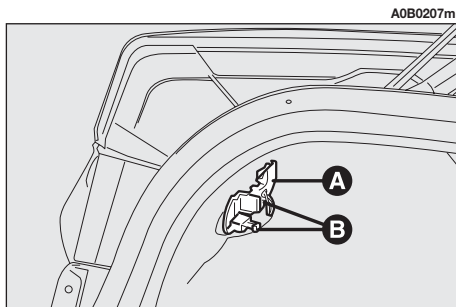

fig. 44
– Enlever le groupe porte-lampe (**A-fig. 44**) en agissant sur les agrafes de retenue (**B-fig. 44**).
— Remettre le groupe porte-lampe en le fixant correctement dans sa position à l'aide des agrafes de retenue (**B-fig. 44**).